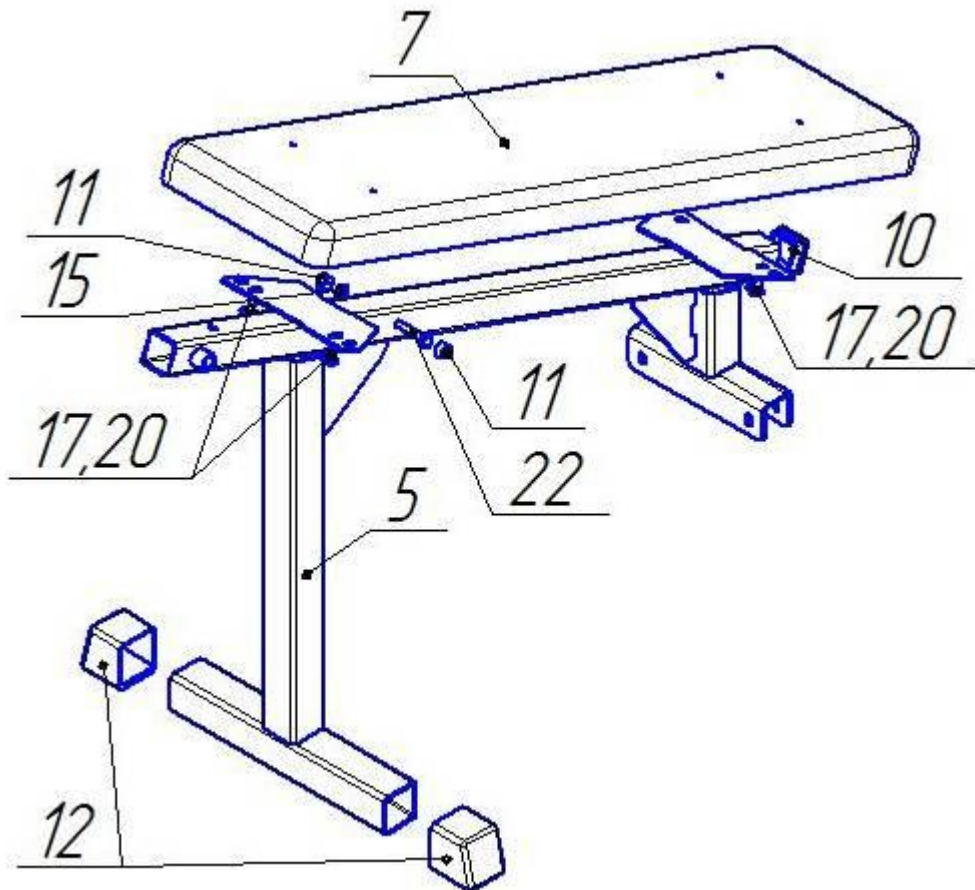

Рис. 5. Сборка стойки сиденья
- 5.2.2 Установить деталь поз.22 (Болт М10х60) (1шт) в отверстие на детали поз.5 (см. рис.5), зафиксировать его гайкой М10 (поз.15). Использовать инструмент А и Г.